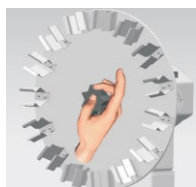

figure 2
2. Serrez la poignée fixe jusqu'à ce que le plateau soit fixé, comme illustré sur la figure 2.